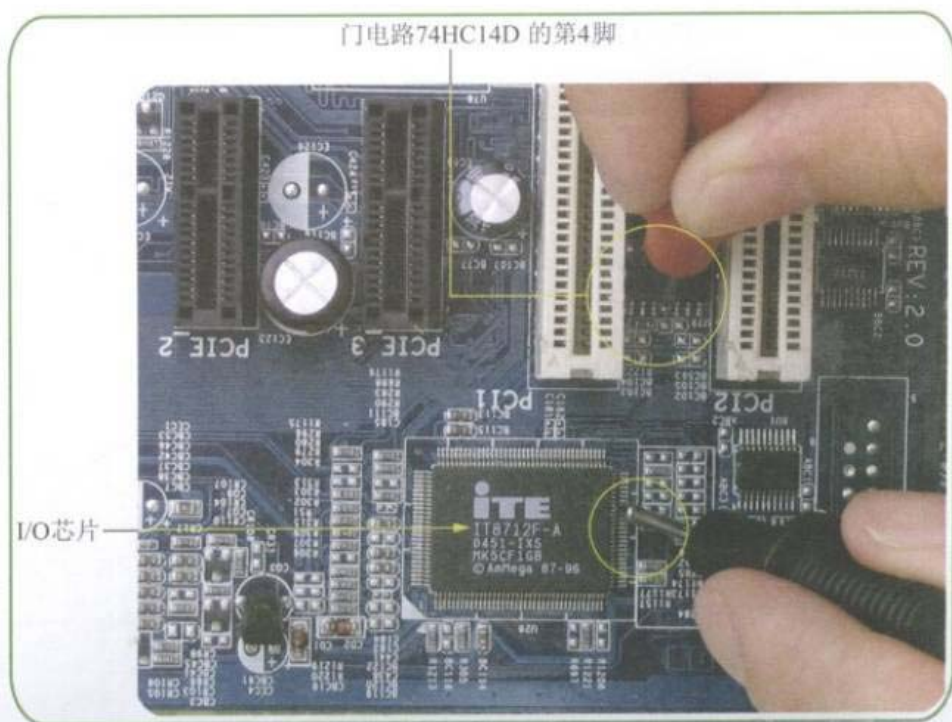

图10-20 测量门电路74HC14D的第4脚到I/O芯片RST#引脚的线路
**Step 03** 测量门电路芯片74HC14D的第4脚到I/O芯片RST#引脚的线路，如图10-20所示。